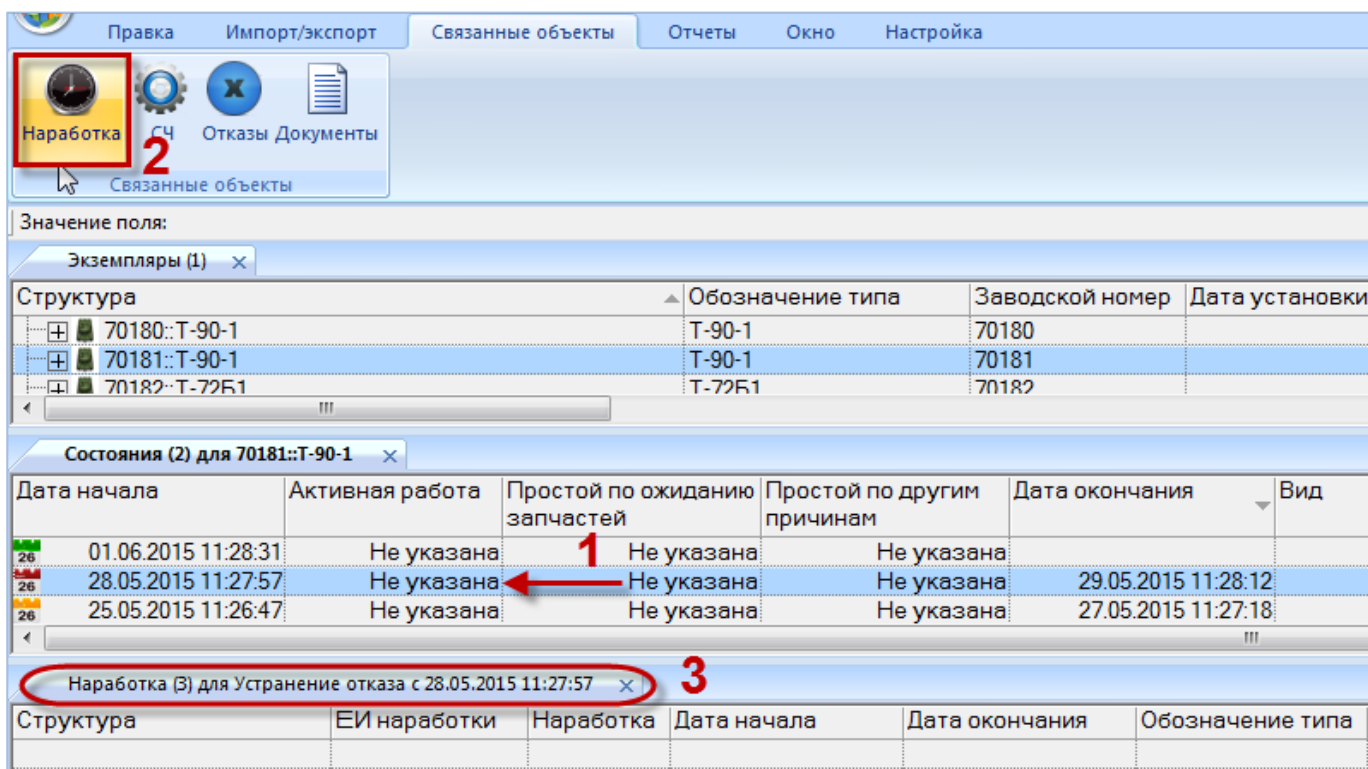

Рис. 28-16 – Открытие окна связанных объектов «Наработка» для состояния
- 3) Выделить состояние и нажать кнопку «Наработка» панели «Связанные объекты» (рис. 28-16). В результате будет открыто окно связанных объектов «Наработка» для выбранного состояния.